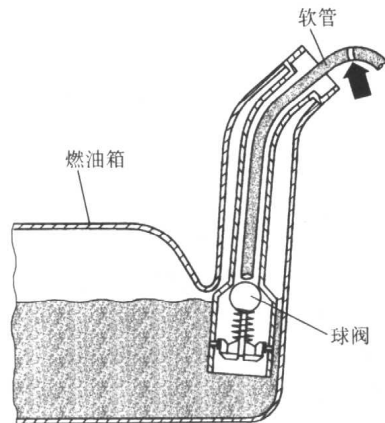

图 1-5 排空燃油箱
5) 如图 1-5, 将软管放入加油管, 直到达到标记箭头。